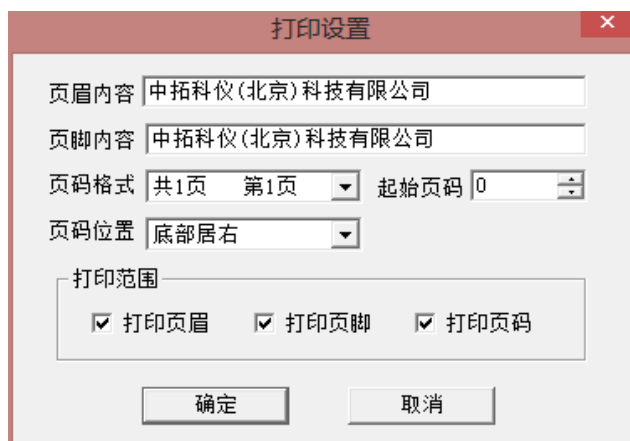

图 6-10
- 10、打印设置: 进行有关打印机的设置, 如图 6-10 所示, 其中各项参数均有自动记忆功能, 即初始化为上次打印设置相应的设置值。